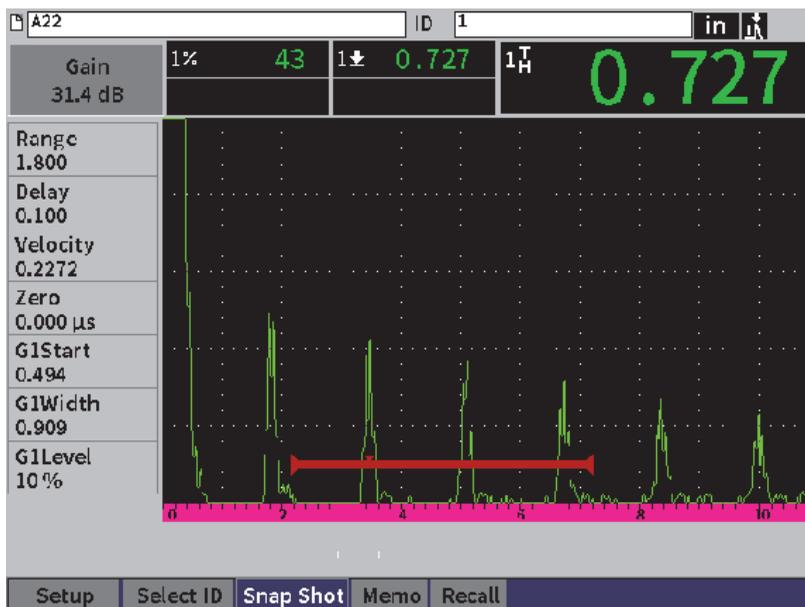

図 9-9 保存済みファイル波形およびデータ
1. 波形データページが表示されている状態で調整ノブを回して**画面コピー**ボタンをハイライトします（134 ページの図 9-9 参照）。